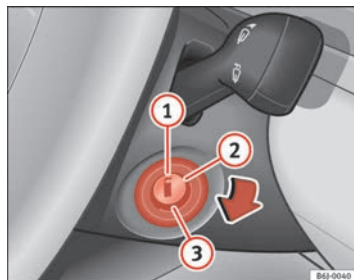

Fig. 95 Posizioni della chiave d'accensione
In questa posizione ⇒ pag. 139, fig. 95 sia il motore che il quadro sono spenti e si può inserire il bloccasterzo.
- Girare la chiave fino alla posizione ⇒ pag. 139, fig. 95 **2**. La spia  si accenderà nel caso di preincandescenza del motore.
- Girare la chiave fino alla posizione ⇒ pag. 139, fig. 95 ①.